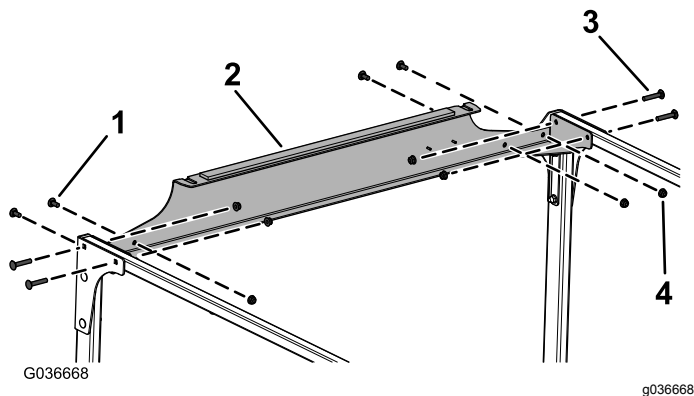

Bild 10
9. Befestigen Sie die hintere Querverbindung lose mit vier Schlossschrauben (5/16" x 1 3/4"), vier Schlossschrauben (5/16" x 3/4") und acht Bundmuttern (5/16") an den Querverbindungsrohren und den hinteren Platten, wie in Bild 10 abgebildet.